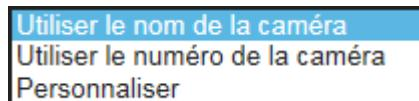

Figure 6-20 Répertoire enfant
- ◆ **Répertoire enfant** : Il s'agit d'un sous-dossier qu'il est possible de créer dans le répertoire parent. Les fichiers sont enregistrés dans un sous-dossier du serveur FTP. Vous pouvez nommer le dossier selon la méthode de la Figure 6-20.